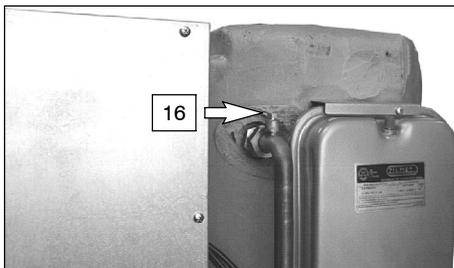

fig. 6.4
- 8 Allentare lo sfiato del serpentino bollitore (16 in fig. 6.4).
- 10 Riempire l'impianto di riscaldamento vedi sez. 3.1 a pag. 6 e richiudere lo sfiato serpentino bollitore (16 in fig. 6.4) quando da questo inizia ad uscire acqua.